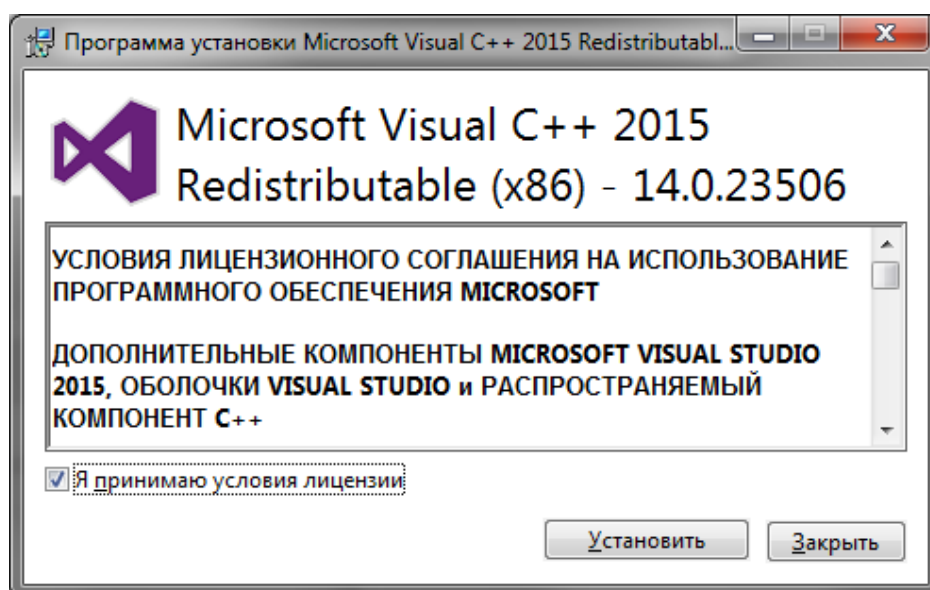

Рисунок 3.10 – Окно программы установки компонента
9. Использование новых версий редактора требует наличия в системе компонента «**Microsoft Visual C++ 2015 Redistributable (x86)**», поэтому установка данного компонента осуществляется одновременно с установкой редактора. Окно программы установки «**Microsoft Visual C++ 2015 Redistributable (x86)**» появляется сразу после окончания процесса распаковки файлов (Рисунок 3.10).